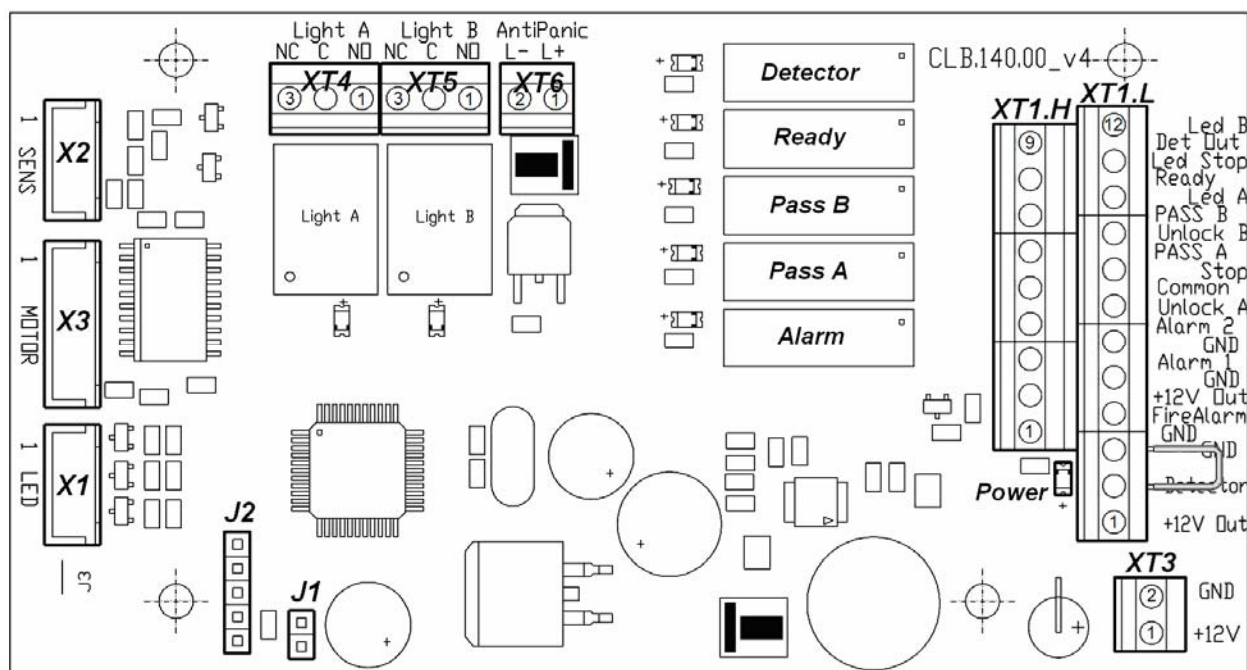

Рисунок 4. Внешний вид платы управления
Общий вид платы управления показан на рис. 4. На плате расположены:
Подключение указанных устройств производится в соответствии со схемой электрических соединений (см. рис. 4 и 12) к выносной клеммной колодке **XS1**, на которую выведены контакты с клеммных колодок **XT1.L** и **XT1.H** платы управления. Подключение осуществляется с помощью кабеля (14).
Факт срабатывания/отпускания реле *PASS A*, *PASS B*, *Ready*, *Detector* и *Alarm* можно определить по загоранию/гашению красных индикаторов, которые установлены вблизи указанных реле (см. рис. 4).